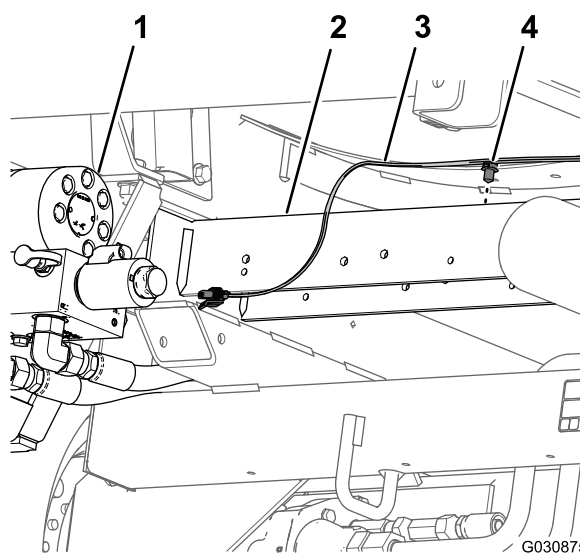

Рисунок 26
6. Снимите вставной держатель, который крепит задний жгут проводов (Рисунок 26) к отверстиям в задней поперечной трубе (позади тяговых гидромоторов).